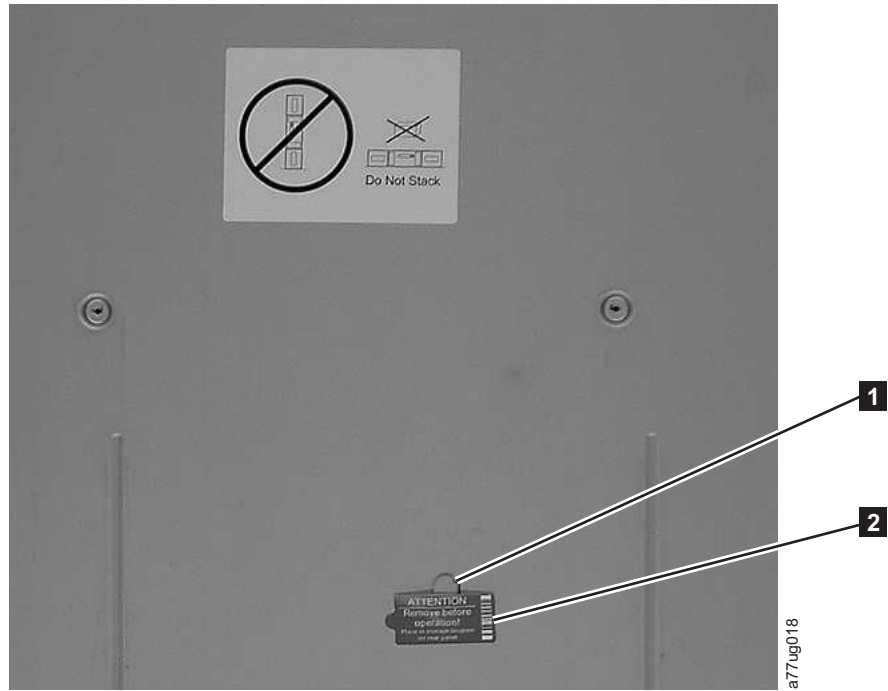

图 21. 装运锁和标签
1. 将用于固定装运锁（**1**）的蓝色标签（**2**）取下，然后将装运锁去掉（请参阅第 39 页的图 21）。